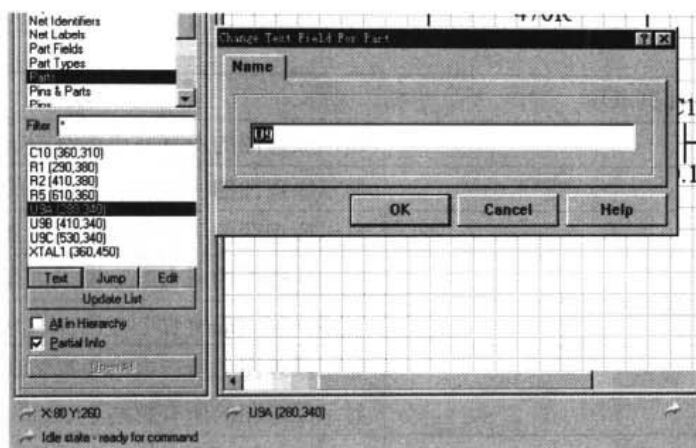

图 4-16 编辑文字信息
- Text 按钮: 此按钮的功能是编辑信息列表框中选中的信息条的文字内容。例如, 首先单击信息列表框“U9A”条目, 此条目的底色变为深蓝色, 然后单击 Text 按钮, 将弹出改变元件文字的对话框, 如图 4-16 所示。同时, 编辑框的内容为选中条目的文字“U9”, 在此可对文字内容进行修改。